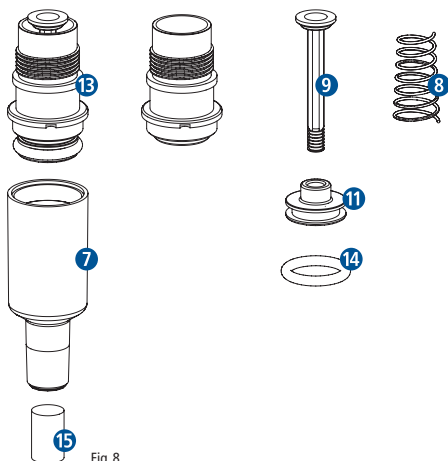

Fig. 8
- Desatornille el cono de la pipeta **7** cuidadosamente en dirección inversa a las agujas del reloj. Saque la unidad del émbolo **13**. Después de haber sacado la junta tórica **14** y aro de apoyo **11** puede limpiarse el muelle **8** y el émbolo **9** (Fig. 8).